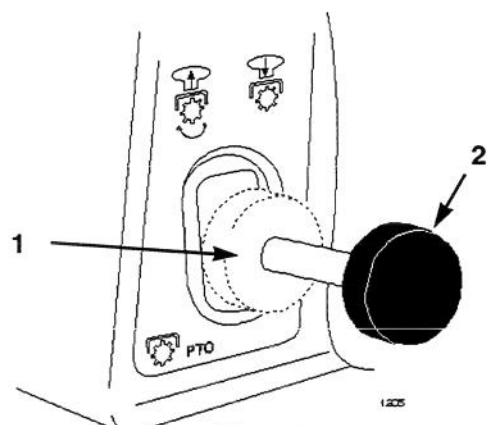

Figure 6
2. Tirer sur la prise de force (PTO) pour la mettre sur "ON" (EMBRAYEE) (Fig. 6).
2. Pousser la prise de force (PTO) pour la mettre sur "OFF" (DEBRAYEE) (Fig. 6).